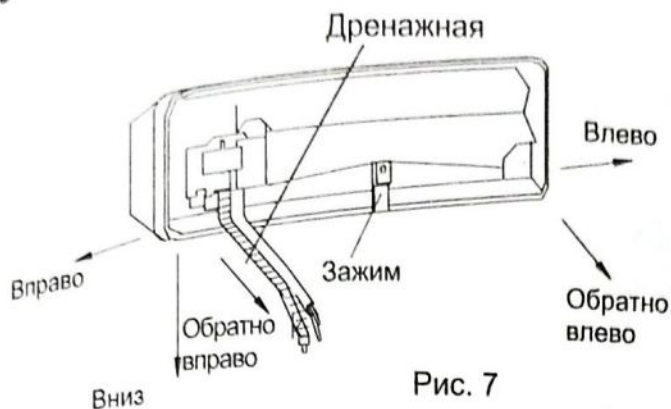

Рис. 7
Примечание: 1. График (слева) для установки сливного шланга. Обратитесь к Рис. 7.
1. Подключение правой обратной трубки (похожей на правую нижнюю трубку) является опциональным. Обратитесь к Рис. 7.